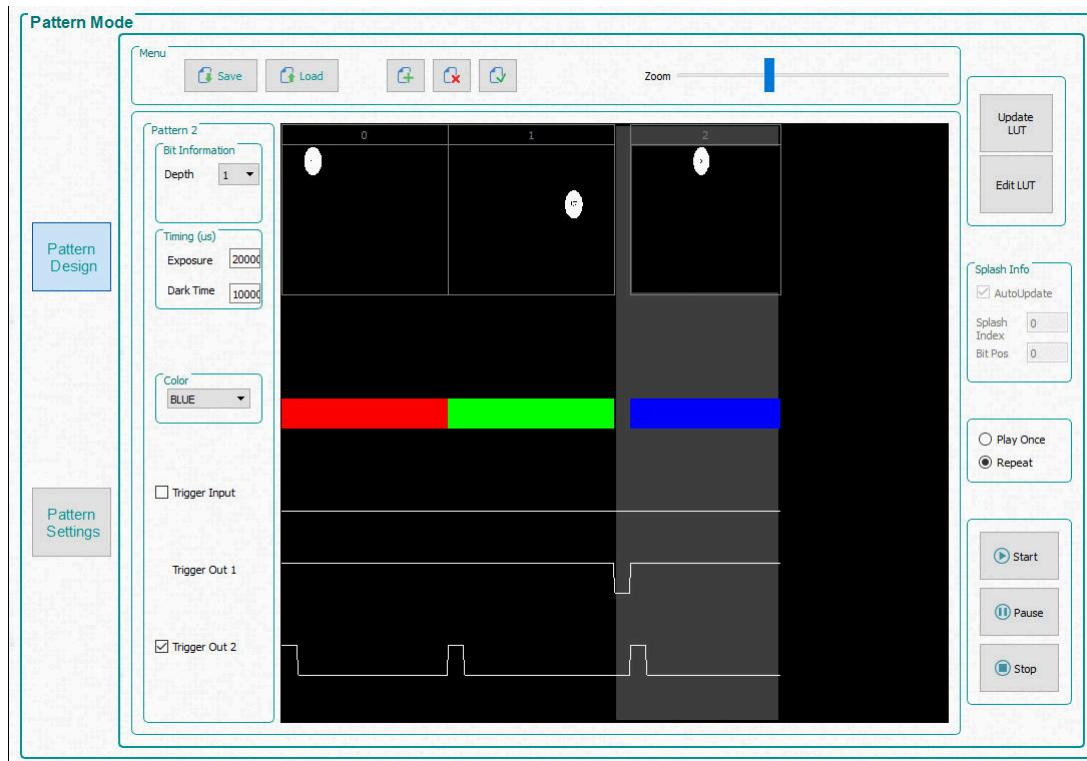

图 3-10. 三个图案序列
7. 选择第三个图案，并选择位深度为 1。将曝光时间设置为 $200000\mu\text{s}$ ，将暗时间设置为 $100000\mu\text{s}$ ，然后选择 **Blue** 颜色。图 3-10 展示了图案序列。**Zoom** 条可用于放大和缩小，这在面板中加载多个图案时很有用。